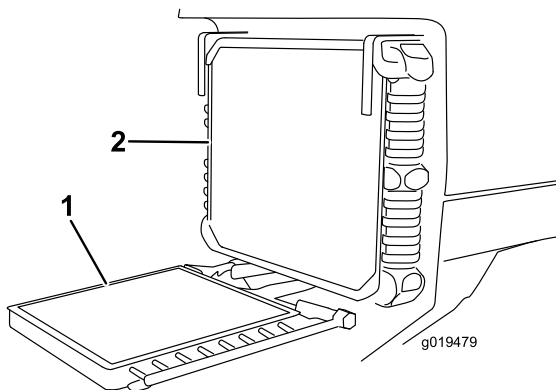

Рисунок 67
7. Отверните ручки и отведите маслоохладитель назад (Рисунок 67).